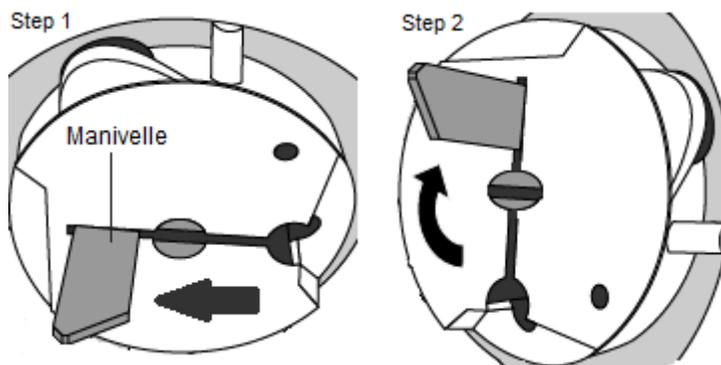

Figure 90 — Retrait du rotor de la pompe à sang
2. Saisissez le levier de manivelle (Figure 90 étape 1) et tirez-le jusqu'à ce qu'il s'arrête.